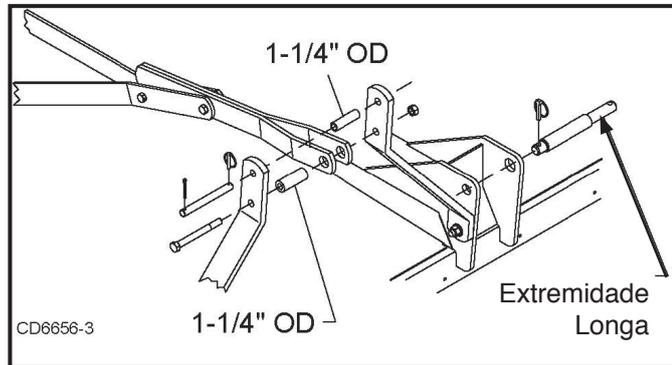

Figura 4. DS120 Conexão de Engate Rápido Categoria 2
1. Posicione o engate do trator como mostrado na Figura 4.